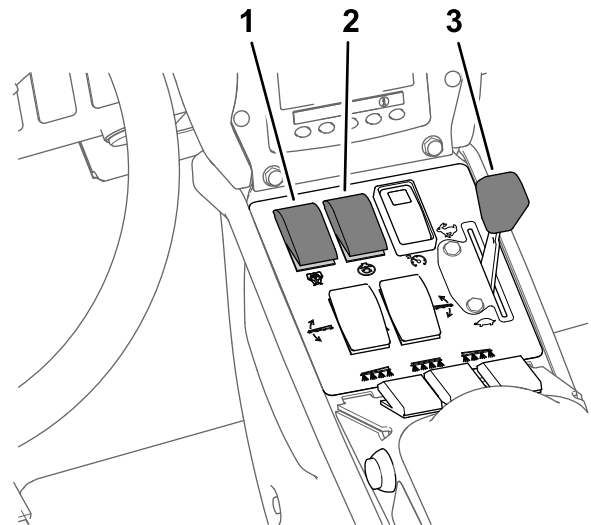

Bild 37
8. Stellen Sie den Rührwerk- und Sprühpumpenschalter in die EIN-Stellung (Bild 37).
9. Stellen Sie die Gasbedienung in die SCHNELL-Stellung (Bild 37).
Hinweis: In diesem Schritt wird vorausgesetzt, dass die Sprühpumpe eingeschaltet ist, siehe Bild 37 in Sprühen im Dosierungsmodus \(Seite 36\).
4. Stellen Sie die Gasbedienung auf die gewünschte Motordrehzahl, siehe Bild 37 in Sprühen im Dosierungsmodus \(Seite 36\).